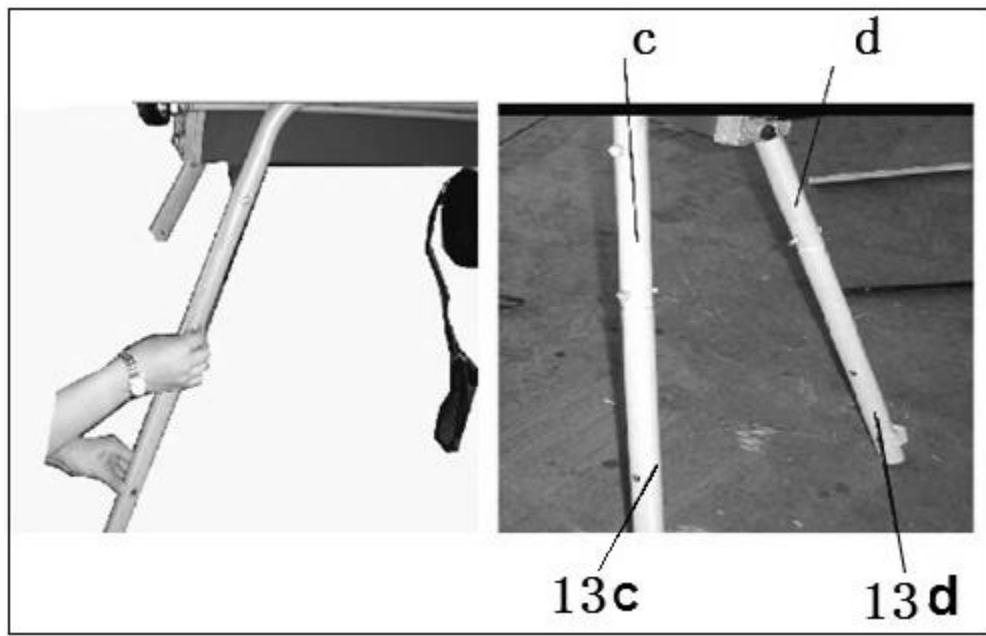

Imagen 4
- c) Ligue o suporte traseiro (13a) ao tubo de ligação (10c) e ligue o suporte traseiro (13b) ao tubo de ligação (10d) com porcas e parafusos (Imagen 4).